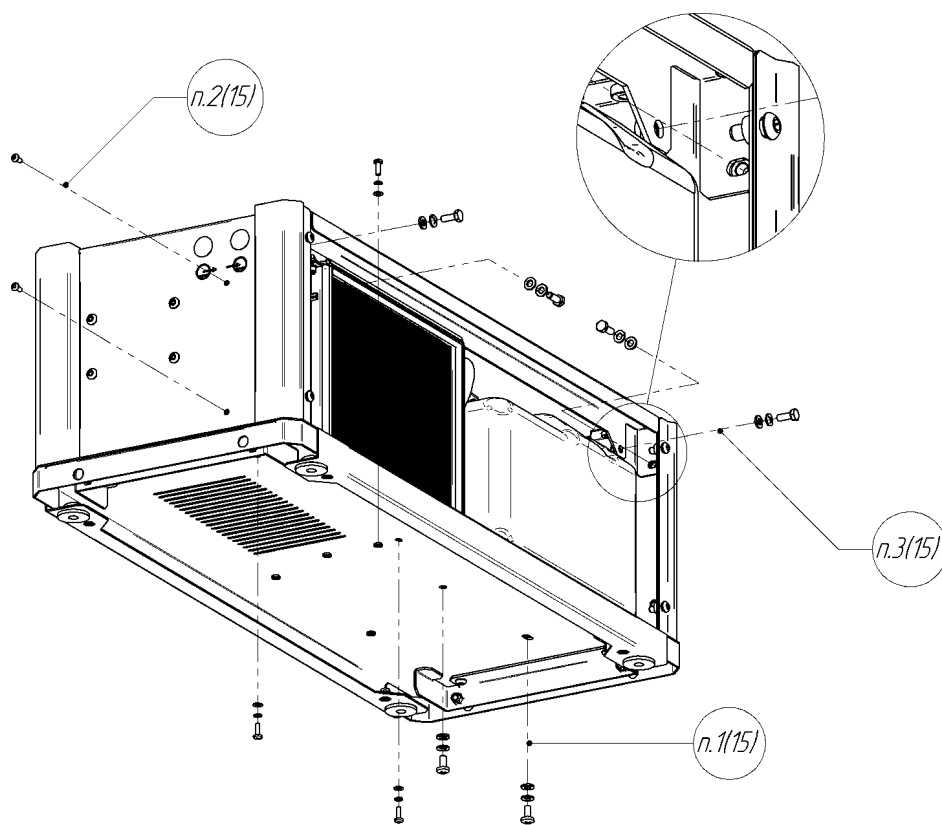

Рис. 17
16) Два винта М6 Рис. 17 п.1(15) больше не устанавливать!!!
**Внимание!** При установке бака не фиксировать его болтами, указанными на Рис. 17 п.1(15)